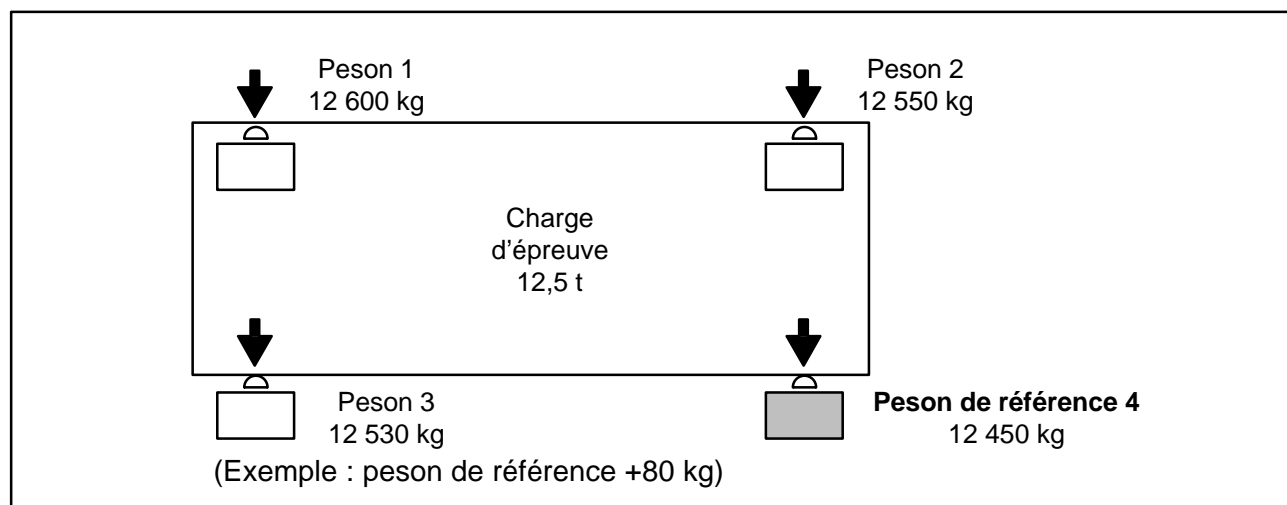

Fig. 6.1 : Exemple : pont-bascule à quatre pesons avec une charge d'épreuve de 12,5 t
- Noter les signaux de la balance lorsque les quatre coins de la plateforme sont chargés afin de calculer les différences (en kg) par rapport au coin de la balance (peson) présentant la plus petite valeur. Ce peson représente le peson de référence (4) et ne nécessite aucun équilibrage (dans l'exemple de la Fig. 6.1, il s'agit du peson 4).